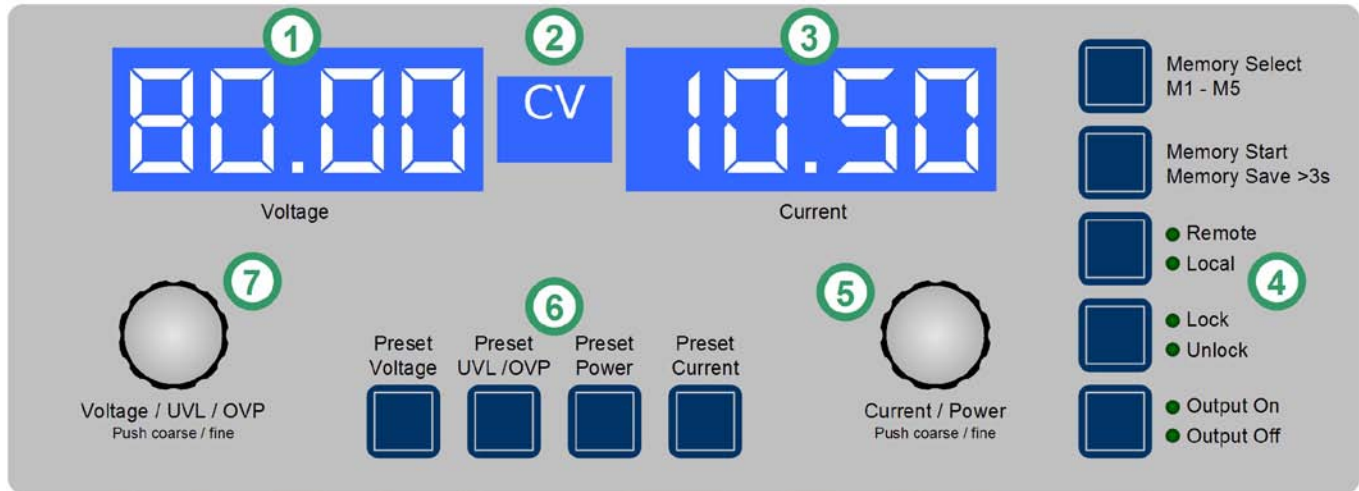

Bild 8. Bedieneinheit
Bild 8 zeigt eine Übersicht über die Punktmatrix-Anzeige und das Bedienfeld. Die Anzeigen stellen im Normalbetrieb die Istwerte für Spannung (links) und Strom (rechts) dar. Im Preset-Modus werden auf der linken Seite (1) wahlweise die Sollwerte für Spannung (Preset Voltage), Überspannungsschwelle (Preset OVP) und Unterspannungsgrenze (Preset UVL) dargestellt und auf der rechten Seite (3) wahlweise die Sollwerte für Strom (Preset Current) oder Leistung (Preset Power). Im Geräte-Setup dient die Anzeige zur Darstellung von einstellbaren Parametern.